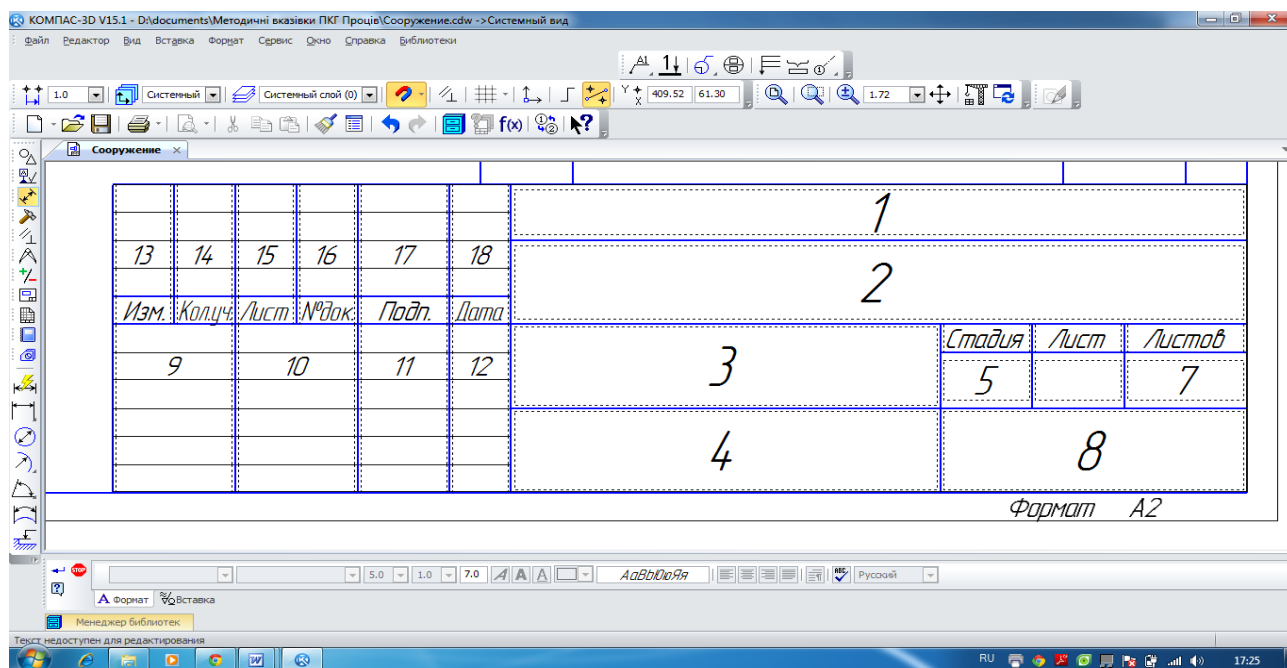

Рис. 256. Основний напис для будівельних креслеників проектної та робочої документації
- В системі КОМПАС-3D основний напис (штамп) заповнюється в останню чергу за допомогою курсору і подвійного клацання лівою кнопкою миші (рис. 256).